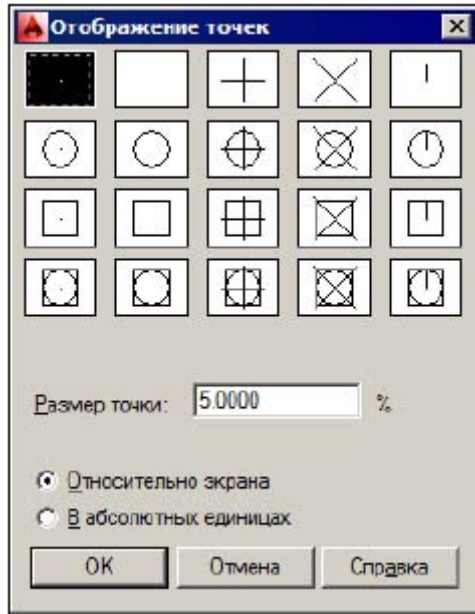

Рис. 3. Окно **Отображение точек**
- На ленте **Главная** в группе **Утилиты** выбрать пункт **Отображение точек**, который вызывает диалоговое окно **Отображение точек**, показанное на рис. 3.